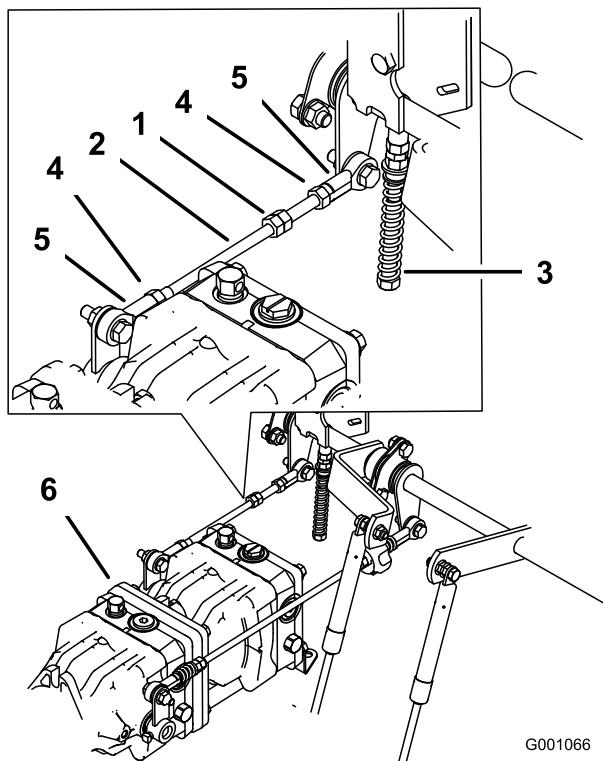

Figura 81
1. Afloje las contratueras de la articulación esférica de la varilla de control de la bomba (Figura 81).
3. Ajuste la longitud de la varilla de la bomba girando las tuercas dobles de la varilla, en el sentido apropiado, hasta que la rueda quede estacionaria o se mueva muy lentamente en marcha atrás (Figura 81).
6. Apriete las contratuercas de las articulaciones esféricas (Figura 81).